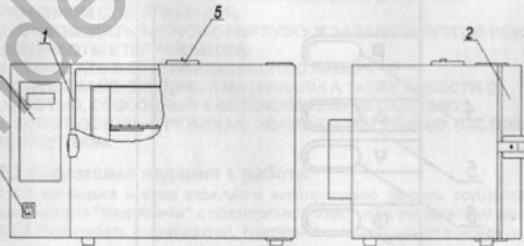
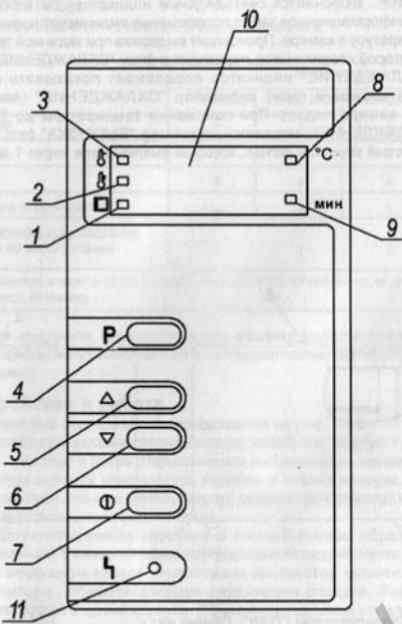

Рисунок 1 – Стерилизаторы ГП МО. Общий вид
Рисунок 2 – Расположение органов управления стерилизатором на блоке управления
1.4.1 Общий вид стерилизатора представлен на рис. 1 и 2.
Установить выключатель (поз.4, рис. 1) в положение "1". На блоке управления загорится индикатор (поз.8, рис. 2), информационное табло (поз.10, рис.2) показывает текущую температуру в стерилизационной камере.
Для выбора программы стерилизации нажать на кнопку "Р" (поз.4, рис.2) и выбрать нужную программу путем нажатия на одну из кнопок "Δ", "V" (поз.5, 6, рис.2).
Для запуска выбранной программы кратковременно (не более 2 сек) нажать на кнопку "①" (поз.7, рис. 2). Стерилизатор переходит в фазу "ПОДГОТОВКА". Информационное табло индицирует изменение температуры в камере. Происходит нагрев до установленного значения температуры.
"СТЕРИЛИЗАЦИЯ". Включается светодиодный индикатор "СТЕРИЛИЗАЦИЯ" (поз.3, рис. 2), информационное табло попеременно индицирует время выдержки и текущую температуру в камере. Происходит выдержка при заданной температуре, по истечении которой стерилизатор переходит в фазу "ОХЛАЖДЕНИЕ".
В фазе "ОХЛАЖДЕНИЕ" индикатор продолжает показывать изменение температуры в камере и горит индикатор "ОХЛАЖДЕНИЕ" (поз.2,рис. 2). Температура в камере падает. При понижении температуры до 75°C гаснет индикатор "ОХЛАЖДЕНИЕ", загорается индикатор "ВЫГРУЗКА" (поз.1, рис. 2) и звучит прерывистый звуковой сигнал, который выключается через 1 минуту.
2.3.3 Установить выключатель (поз.4, рис. 1) в положение "I". На блоке управления загорится индикатор (поз.8, рис. 2), информационное табло (поз.10, рис. 2) показывает текущую температуру в стерилизационной камере.
В алгоритм управляющей программы стерилизатора заложена возможность автоматического запуска прерванной (в результате кратковременного пропадания питающего напряжения) программы. Если после включения произошел автоматический запуск программы, то для ее остановки необходимо нажать на кнопку "О" (поз. 7, рис. 2) и удерживать в течение 3 секунд.
Программа запоминает в энергонезависимой памяти номер последней программы, запущенной на исполнение. Для ее повторного запуска можно сразу нажать на кнопку "1" (поз. 7 рис. 2), не производя перебор программ.
2.3.5 Для запуска выбранной программы кратковременно (не более 2 сек) нажать на кнопку “①” (поз. 7, рис. 2). При этом включится вентилятор принудительной циркуляции воздуха внутри стерилизационной камеры и стерилизатор перейдет в фазу “ПОДГОТОВКА”. Информационное табло индицирует изменение температуры в камере. Просходит нагрев до установленного значения температуры.
При необходимости запущенную программу можно остановить, нажав на кнопку **(1)** (поз. 3, рис.2) и удерживать в течение 3 секунд. Эту остановку можно выполнить в любой фазе стерилизации.
2.3.6 При достижении заданной температуры стерилизатор переходит в фазу "СТЕРИЛИЗАЦИЯ". Включается светодиодный индикатор "СТЕРИЛИЗАЦИЯ" (поз.3, рис. 2), информационное табло попеременно индицирует время выдержки и текущую температуру в камере. Происходит выдержка при заданной температуре, по истечении которой стерилизатор переходит в фазу "ОХЛАЖДЕНИЕ".
2.3.7 В фазе "ОХЛАЖДЕНИЕ" индикатор продолжает показывать изменение температуры в камере и горит индикатор "ОХЛАЖДЕНИЕ" (поз.2,рис. 2). Температура в камере падает.
2.3.8 При понижении температуры до 75°C гаснет индикатор "ОХЛАЖДЕНИЕ", загорается индикатор "ВЫГРУЗКА" (поз. 1, рис. 2) и звучит прерывистый звуковой сигнал, который выключается через 1 минуту.
2.3.10 По окончании работы стерилизатор установить выключатель в положение "О" (поз. 4, рис. 1).